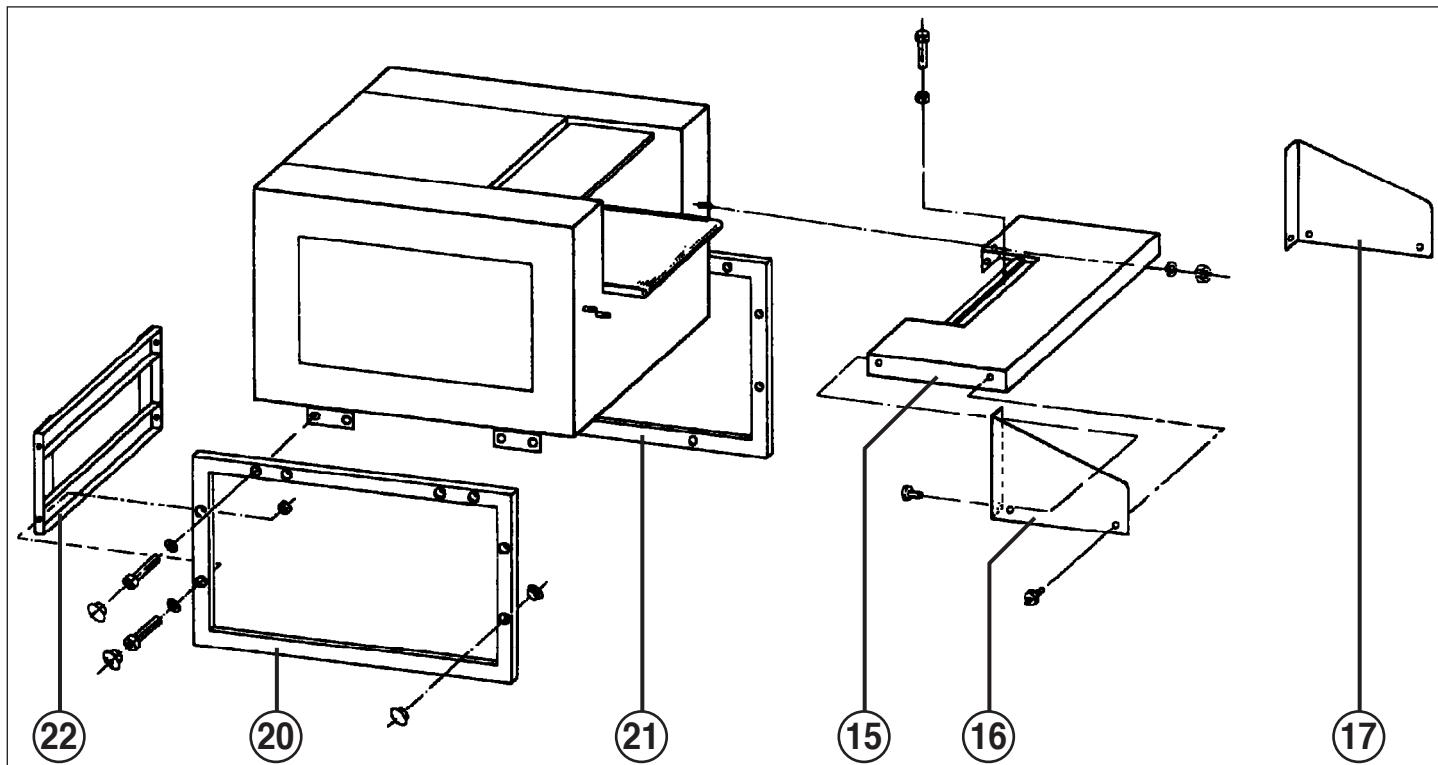

Fig. 1
- 15 = Mesa (fig. 1)
- 16 = Escuadra protectora izquierda (fig. 1)
- 17 = Escuadra protectora derecha (fig. 1)
- 20 = Marco izquierdo (fig. 1)
- 21 = Marco derecho (fig. 1)
- 22 = Chapa intermedia (fig. 1)
SOPORTE DE BASE (fig. 1 y 2):
MONTAJE DE LA MESA (15) (fig. 1):
4. Pasar el cable de alimentación de corriente de la regleta de parada de emergencia (14) por la boquilla delantera en la parte lateral izquierda de la caja, así como por el racor de cable, que se encuentra en la parte inferior en la caja de distribución, hasta la caja de distribución y conectar allí el cordón azul con el borne 20 y el cordón marrón con el borne 19.
MONTAJE DE LAS ESCUADRAS PROTECTORAS (fig. 1):